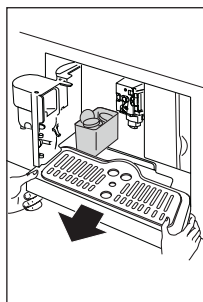

Fig. 24
- ▶ Retire o tabuleiro de recolha de pingos e o recipiente para borras de café (Fig. 24).